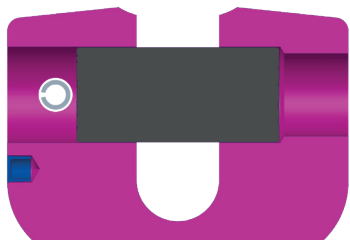

Abb. 9: Montage Gabelkopfbolzen durch Spannstift und Stufenbohrung (links). Ein Gabelkopfbolzen der nächst kleineren Größe fällt heraus.
- Der Gabelkopfbolzen muss durch den Spannstift und die Stufenbohrung unlösbar im Bauteil montiert sein (Abb. 9).